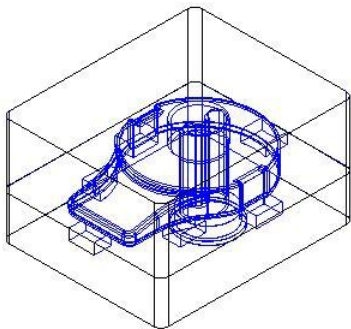

图7-52
11. 完成顶块设计，在键盘上按组合键，弹出【图层的设置】对话框。将图层 4 以外的图层设为可选，然后在设计区域显示特征，如图 7-52 所示。